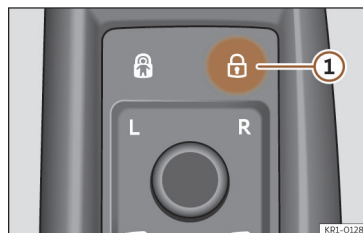

Fig. 71 Na porta do condutor: botão do fecho centralizado.
- Trancar: pressione o botão  >>> **Fig. 71**.
- Destrancar: pressione outra vez o botão  >>> **Fig. 71**.